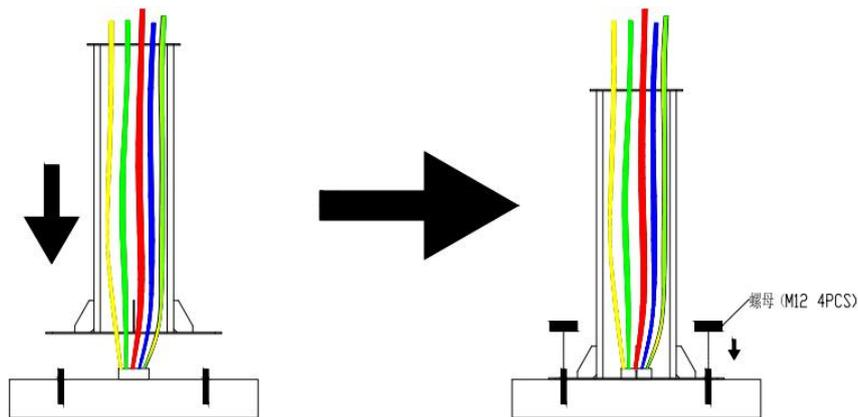

图 12: 立柱式安装图
- 用 $\text{M}12$ 螺母将立柱固定（如图 12）